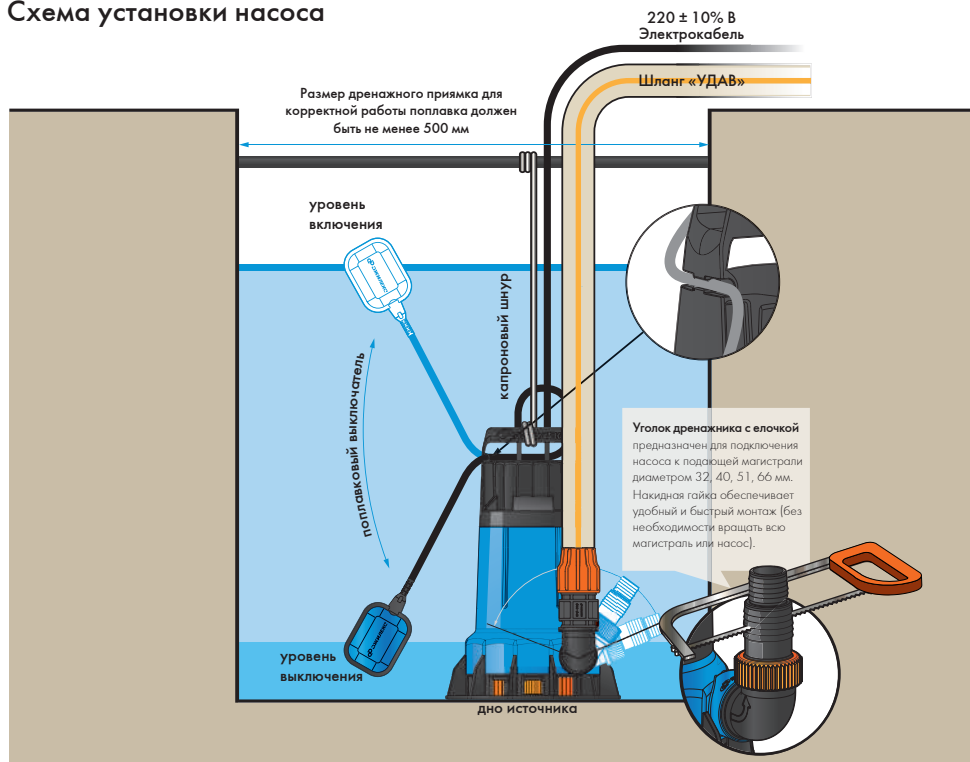

Рисунок 4 (на примере изображен насос 21/1.7).
- Проверьте отключение насоса в нижнем положении поплавкового выключателя. Отрегулируйте длину шнура (рисунок 4).
- Подсоедините напорную магистраль. При временной установке используйте гибкие шланги*, при постоянной — полиэтиленовые трубы (ПНД)*. Перед присоединением шланга удалите неиспользуемую часть штуцера (рисунок 4).